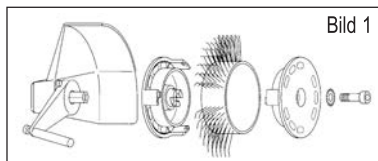
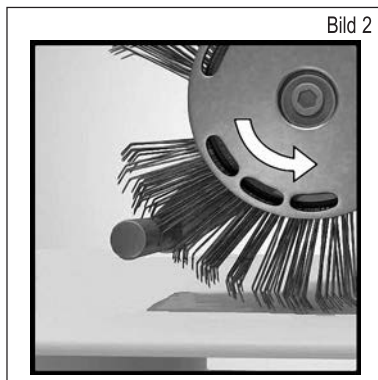

Bild 1
Bild 2
1. Avbryt strömförsörjningen och fäst sedan Bristle Blaster® blästerverktyg 23 mm på föreskrivet sätt i verktygsfästet (beakta löprikning) med den här för avsedda solfjäderbrickan och skruven på elverket. **Se bild 1 och bild 2**
Roterar Bristle Blaster® blästerverktyget åt fel håll? – Vänd på blästerverktyget så att det roterar åt föreskrivet håll (se kapitel 5, Ta verktyget i drift, bild 2).